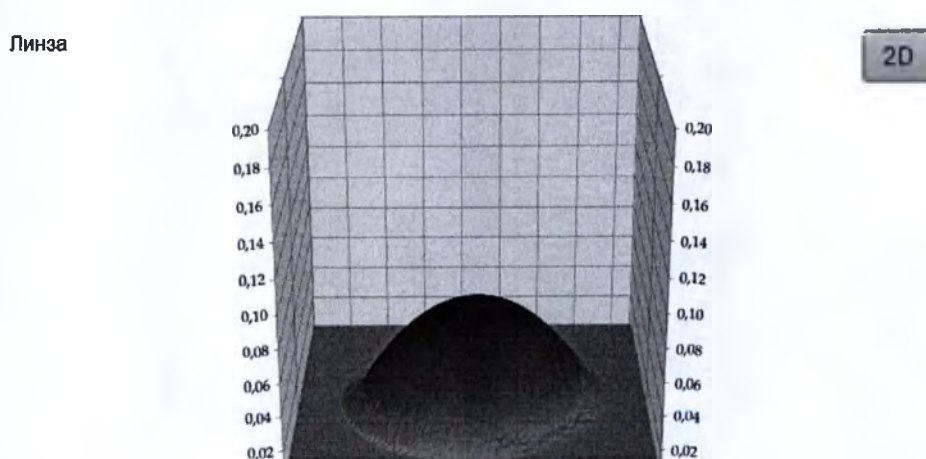

Рис. 5.10: Визуализация поверхности съёма (трёхмерное представление)
- в трёхмерном виде (рис. 5.10).